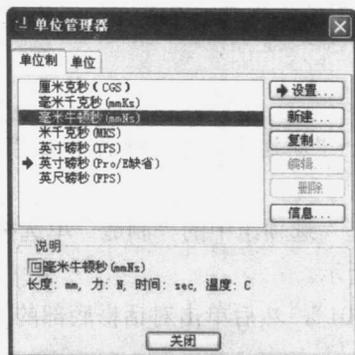
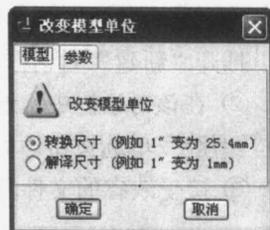

图 1-4 “单位管理器”对话框
图 1-5 “改变模型单位”对话框
② 在该对话框中，选中“毫米牛顿秒 (mmNs)”单位系统，如图 1-4 所示。然后单击对话框中的“设置...”按钮，打开图 1-5 所示的“改变模型单位”对话框。
注意：在图 1-5 所示的“改变模型单位”对话框中，选择“转换尺寸”选项时，系统将不改变模型大小，尺寸按单位换算关系进行换算。而选择“解释尺寸”选项时，系统将改变模型